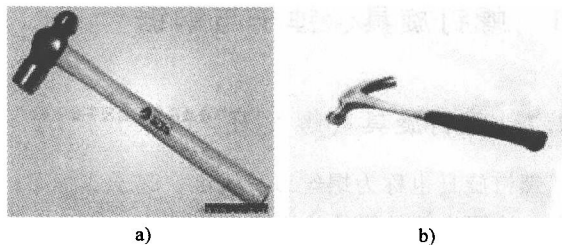

图 1-3 锤子
(1) 铁锤子（圆头锤子、鸭嘴锤子） 锤子又称榔头或手锤，是校直、凿削和装卸零件等操作中必不可少的敲击工具。锤子由锤头和木柄两部分组成。如图 1-3 所示。